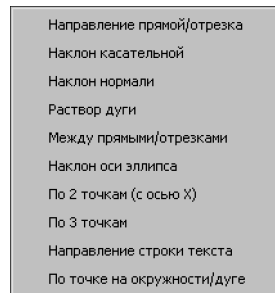

Рис. 8.15. Меню Геометрического калькулятора при задании угла
5. Вызовите контекстное меню в поле угла наклона первой оси эллипса. Это меню содержит команды геометрического калькулятора для задания угла (рис. 8.15).